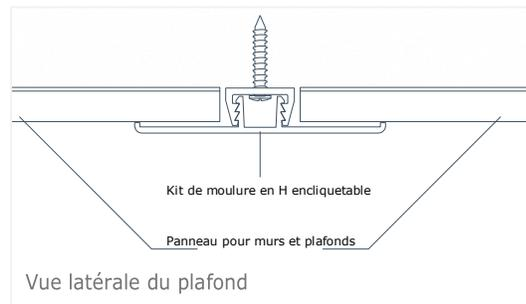

Fig. 9
4. Si le plafond est plus long que la longueur des panneaux, les panneaux doivent être joints au centre à l'aide d'un kit de moulure en H encliquetable (Fig. 9). Pour plus de détails, reportez-vous à la section Installation des moulures de ce document.